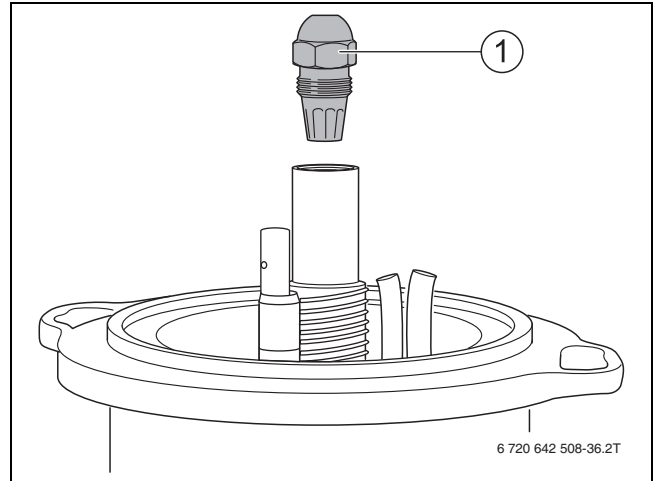

Fig. 38 Svitare l'ugello
- ▶ Svitare l'ugello (→ fig. 38, pag. 26).